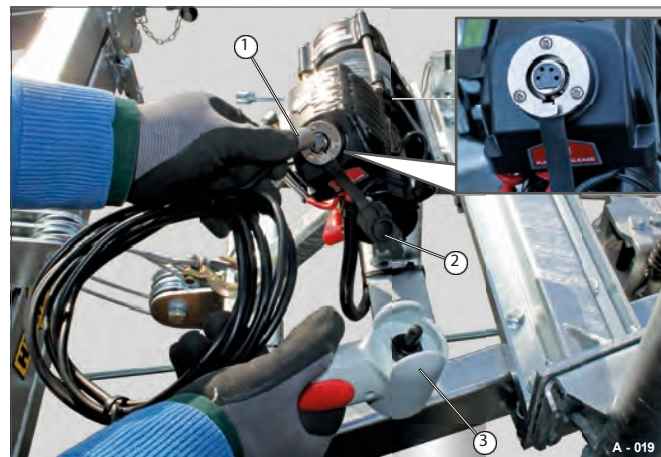

Fig. 10 Ansluta fjärrkontrollen
- Sätt i stickproppen (bild 10/1).
- Håll i den handhållna fjärrkontrollen ( ) bild 10/3och rulla upp önskad kabellängd.